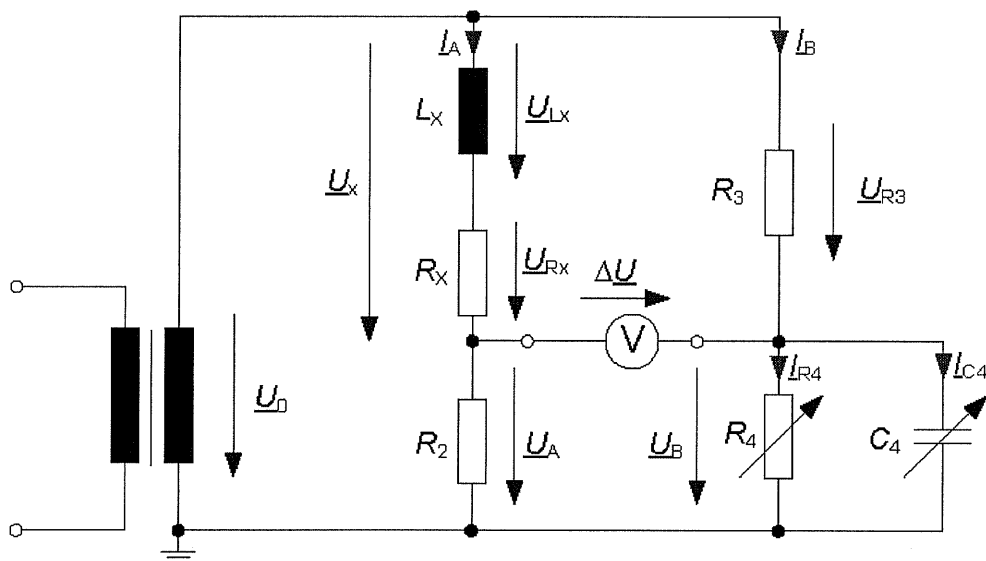

Abbildung 3: Maxwell-Wien-Brückenschaltung
Die Maxwell-Wien-Brückenschaltung in Abbildung 3 dient der Bestimmung der unbekannt-ten Induktivität L_x und des zugehörigen Verlustfaktors $\tan \delta_{L_x}$. Dazu werden der Widerstand R_4 und die Kapazität C_4 so lange verändert, bis die Spannung ΔU zu Null wird. Die Brückenschaltung wird bei 50 Hz betrieben.
- d. Zeichnen Sie qualitativ das vollständige Zeigerdiagramm der Anordnung in Abbildung 3. Die Brücke sei im abgeglichenen Zustand, d.h. die gemessene Spannung ist $\Delta U = 0$. Berücksichtigen Sie alle Spannungen und Ströme und nutzen Sie den gegebenen Zeiger von \underline{U}_A !